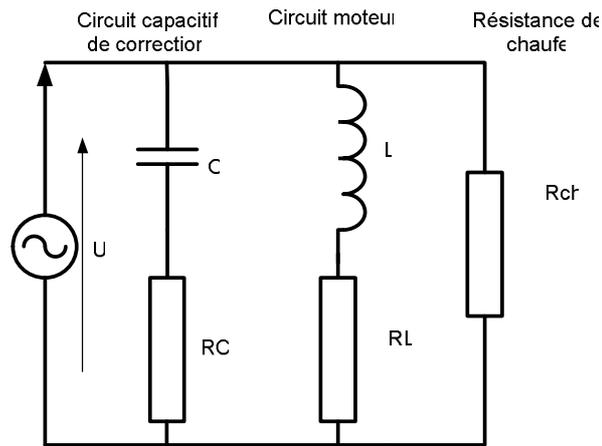

Figure 6
1. Un sèche-cheveux (figure 6) est raccordé sur le réseau 230 V, 50 Hz. Le corps de chauffe a une puissance de 1 kW, un courant de 350 mA circule dans le moteur et un condensateur est raccordé en parallèle sur l'ensemble pour corriger le déphasage provoqué par l'inductance du moteur. Le courant mesuré sur le condensateur vaut 300 mA. Les angles de déphasages sont les suivants : pour C = 66° et pour L = 75°.